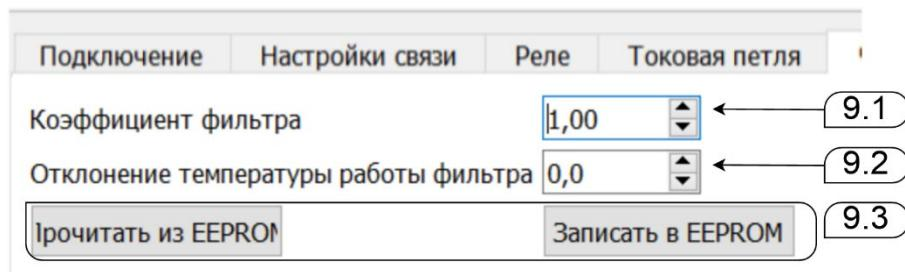

Рисунок 9 Фильтр- Вкладка программы ПК:9.1-9.2 – параметры работы фильтра пиromетра;9.3 прочтение/запись EEPROM
9.6.1 Изменяемые параметры фильтра (см. Рисунок 9 :пп. 9.1-9.2)
9.6.2 Запись в устройство (см. Рисунок 9 : п. 9.3)